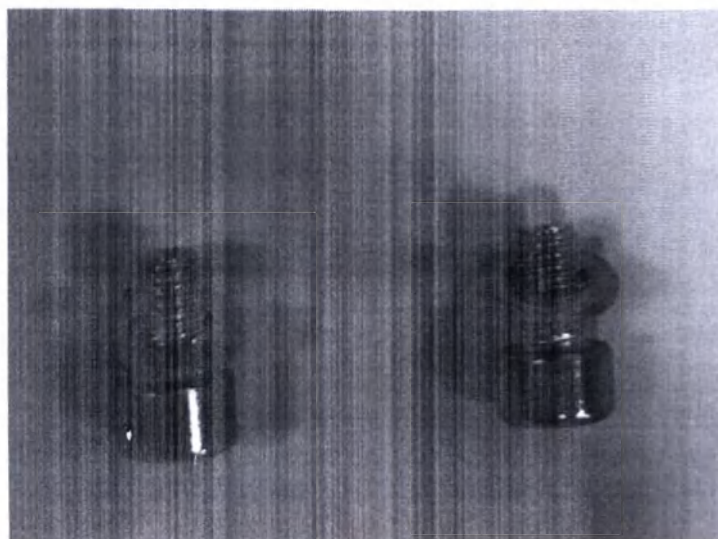

Рис.8.2 – Подготовка установочных винтов
8.1.2. Наденьте шайбы плоские М6 (не входит в комплект поставки) на установочные шестигранные винты М6 (не входит в комплект поставки) как показано на рис.8.2.